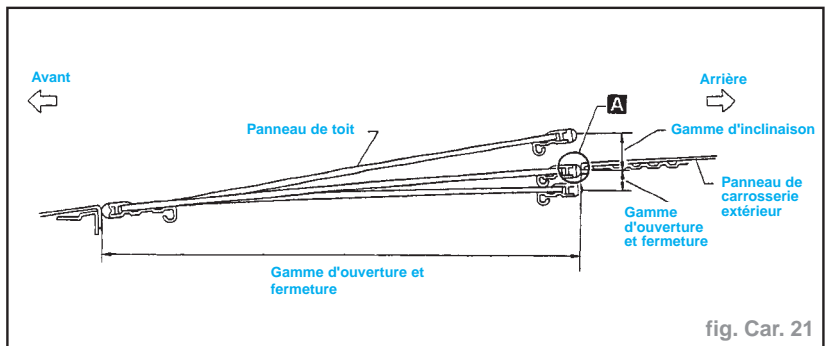

fig. Car. 21
- Fermer complètement le panneau de toit ouvrant (position A) en appuyant sur les commutateurs OPEN et TILT (OUVERTURE ET OUVERTURE INCLINÉE) (fig. Car. 21).